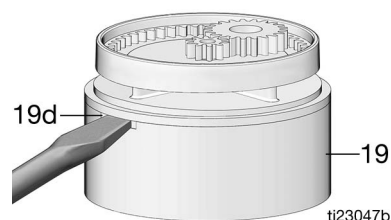

FIG. 13
6. Inserire un cacciavite nella tacca del gruppo del pistone (19) e sollevare via il coperchio del pistone (19d). Vedere FIG. 13. Rimuovere tutte le parti.